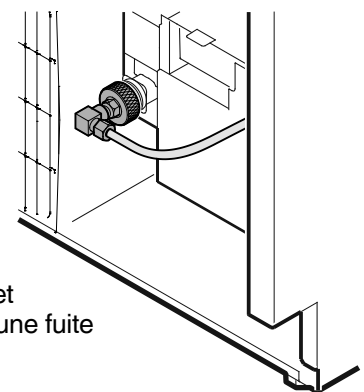

Figure 18
6. Connecter le conduit d'eau à l'adaptateur dans la configuration correspondante, selon le type de conduit d'alimentation en eau utilisé. La Figure 18 illustre comme exemple la configuration comportant un conduit en cuivre.
8. Visser l'adaptateur sur l'électrovanne (**Figure 18**).